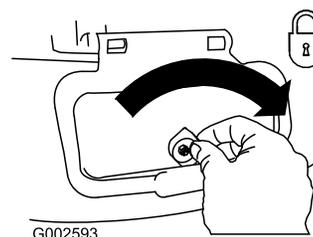

Figura 37
**Importante:** Dopo aver chiuso lo sportello di scarico laterale, bloccatelo (Figura 37).